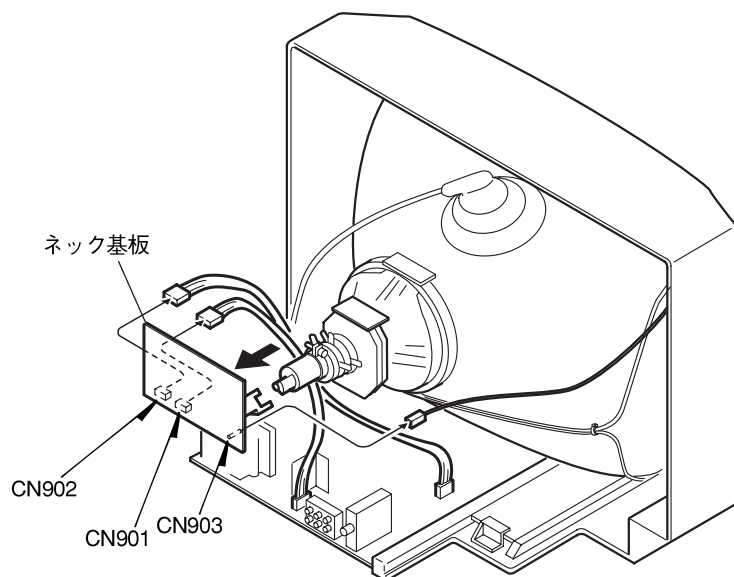

Fig. 4-1
- (1) CN901、CN902、CN903 を外す。
- (2) 矢印方向にネック基板を外す。(Fig. 4-1参照)